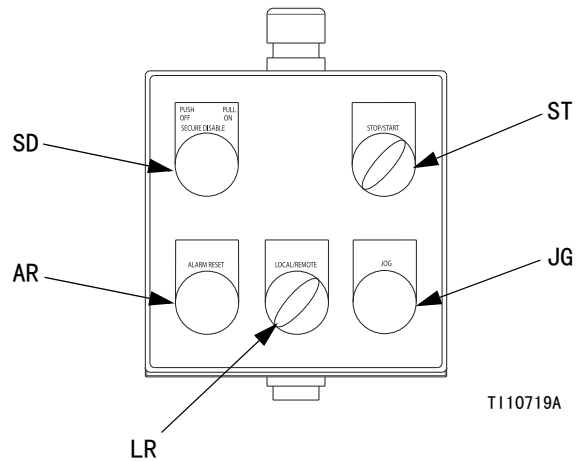

图 5: 本地控制箱
本地控制箱包含五个控制器。参见图 5。
1. 将“启动/停止”开关（ST）设为“停止”。参见图 5。
3. 将“启动/停止”开关（ST）设为“停止”。参见图 5。
2. 通过 VFD 将发动机设为低流量（大约 15 赫兹）。根据需要进行调节。有关具体的流量设置步骤，请参见 VFD 手册 311596。参见图 5。
3. 按入“安全禁用”（SD）开关。参见图 5。
4. 将“启动/停止”开关（ST）设为“停止”。参见图 5。
5. 拉出“安全禁用”开关（SD），让其分离。参见图 5。
7. 将“启动/停止”开关（ST）设定为“启动”。速度将逐渐上升；它不会立即发生变化。参见图 5。